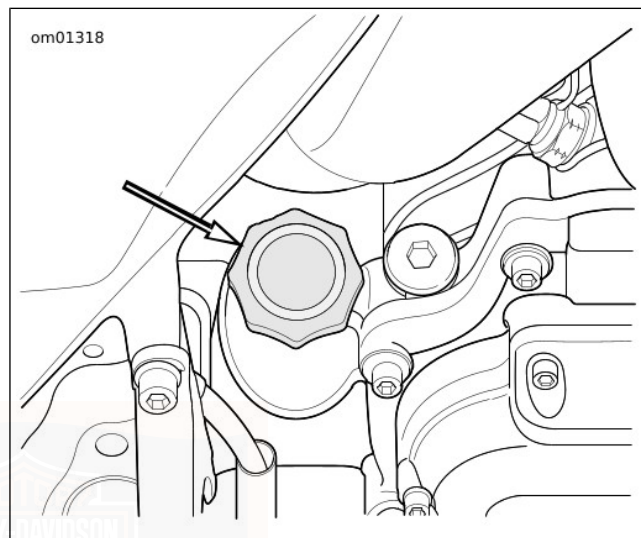

Abbildung 92. Motoröl-Einfüllverschlussstopfen
2. Siehe Abbildung 92. Den Motorölstand prüfen.
3. Siehe Abbildung 92. Ölstand prüfen.